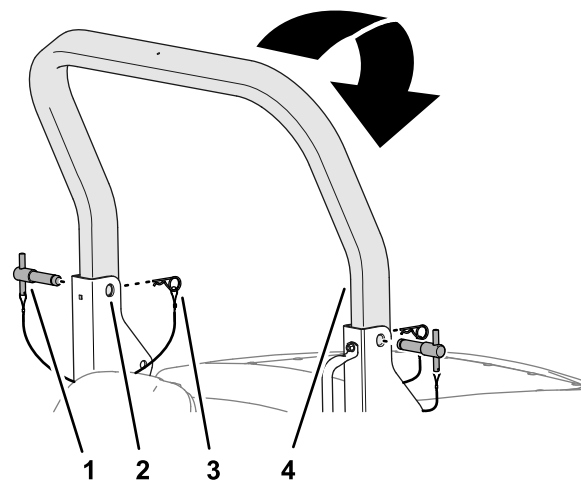

Figura 20
2. Retire os pernos de gancho dos pinos da barra de segurança nos suportes da articulação da estrutura da barra de segurança inferior (Figura 20).
3. Suportando o peso da barra de segurança superior, retire os pinos da barra de segurança dos suportes da articulação (Figura 20).